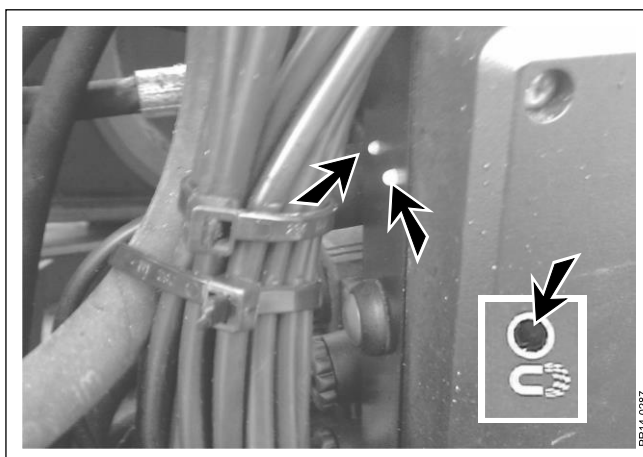

Fig. 5-7
- Fig. 5-7** Når styringen er tændt og metaldetektoren er slået til er de to kontrollamper på MD-styringen og lampen på betjeningsboksen tændt.
5. METALDETEKTOR (MD)